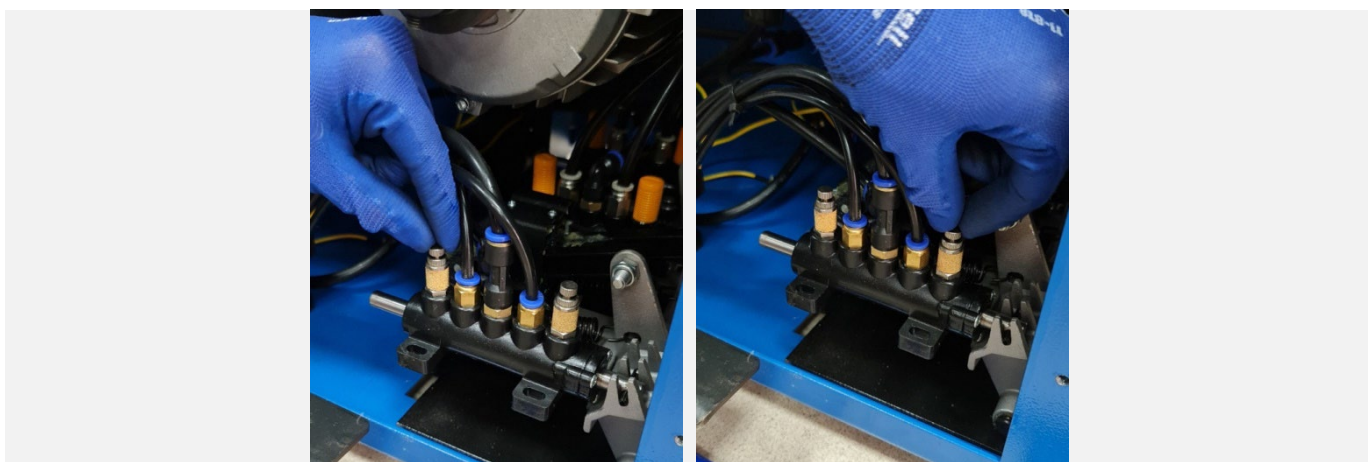

Рисунок 62
**11.7.2** Поворачивая пневмодроссель с глушителем, расположенный на пневматическом распределителе, управляющим движением монтажной колонны (см. Рисунок 62), установить требуемую скорость (плавность) откидывания и возврата в рабочее положение монтажной колонны.